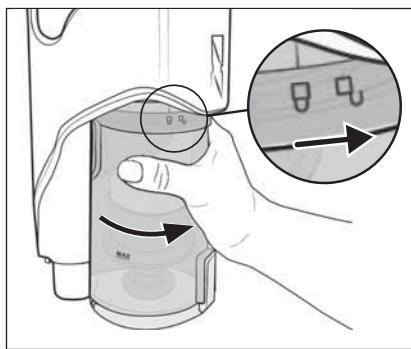

Abb. 25
- 8) Setzen Sie den Staubbehälter **7** wieder in das Gerät und drehen Sie ihn in Richtung des Symbols (schließen), bis er fest im Gerät sitzt (siehe Abb. 25).